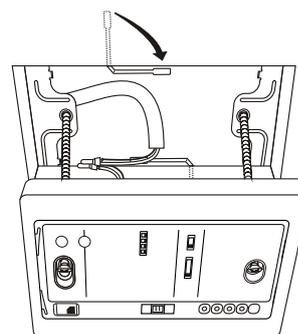

Fig. 3-28
7. Far ripassare le parti (A) e (B) attraverso il foro tra il soffitto ed il ricevitore in modo che restino contenute nelle aperture. Quindi serrare le viti. Non serrarle eccessivamente perché potrebbero danneggiare o deformare la scatola. Serrare fino al punto in cui il ricevitore può essere leggermente spostato manualmente. (Fig. 3-28)